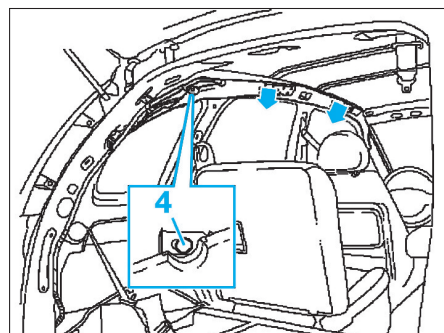

FIG. 6
- Dégrafer le clip de positionnement (4) (Fig.6).